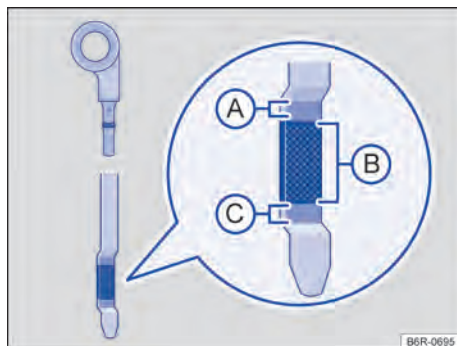

Fig. 146 Varetas de medição do óleo com marcas de nível do óleo do motor.
Em caso de alta demanda do motor, o nível do óleo do motor deve estar o mais próximo possível da área → Fig. 146 A – sem ultrapassar, como, por exemplo, em longas conduções em estrada durante o verão ou durante travessias de montanhas.
Legenda para → Fig. 146:
7. Retirar novamente a vareta de medição do óleo e ler o nível do óleo do motor na vareta de medição → Fig. 146 da seguinte maneira:
- (A)** Não completar o óleo → Página 195. Continuar com a etapa 16.
- (B)** Nível do óleo correto. O óleo pode ser completado (aproximadamente 0,5 l). Continuar com a etapa 8 ou 16.
- (C)** Completar **obrigatoriamente** com óleo recomendado mantendo o nível dentro da região **(B)**. Continuar com a etapa 8.
13. No final do processo de abastecimento do óleo, o nível do óleo do motor deve estar, ao menos, no meio da área → Fig. 146 **(B)**, mas jamais acima da área **(A)** → Página 195.
14. Se, por descuido, tiver sido reabastecido excesso de óleo do motor e se, depois disso, o nível do óleo se encontrar acima da faixa → Fig. 146 **(A)**, **não dar partida no motor**. Procurar uma Concessionária Volkswagen ou uma empresa especializada.
- Não ligar o motor se o nível do óleo do motor estiver acima da área → Fig. 146 **(A)**. Procurar uma Concessionária Volkswagen ou uma empresa especializada. Caso contrário, o catalisador e o motor podem ser danificados!
O nível do óleo do motor não deve em nenhuma hipótese ultrapassar a área → Fig. 146